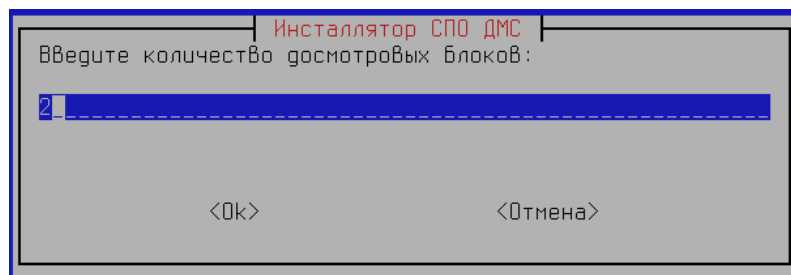

Рисунок 17 — Ввод количества досмотровых блоков
1) Один сервер оборудования (вычислитель) и один АРМ-О с функцией вычислителя могут поддерживать от одного до четырех проездов одновременно. При этом на каждый устанавливается отдельный досмотровый блок. Необходимо ввести количество досмотровых блоков. В примере введено 2 досмотровых блока (Рисунок 17):